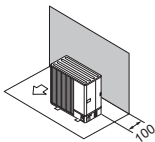

Fig. 2-6
- (1) Obstrucții sau suprafață închisă numai în spate (Fig. 2-6)